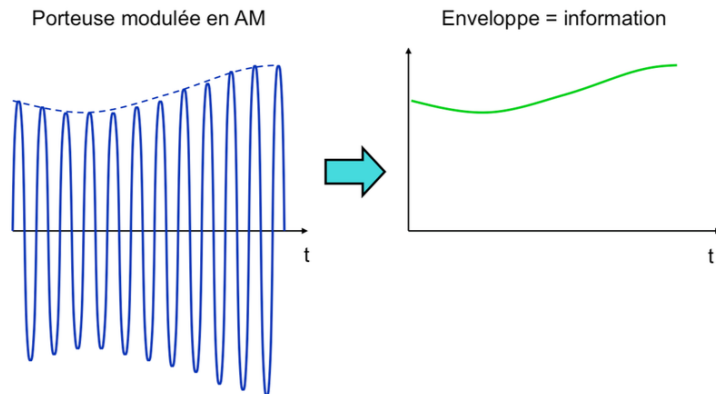

FIGURE 59 – Démodulation
- la démodulation d'une porteuse modulée en amplitude (radio AM) ; on choisit la constante de temps RC grande devant la période de porteuse, mais faible devant celle de la modulante. (fig 59)